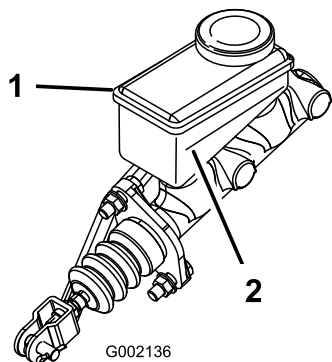

Figure 17
3. Observez le repère de niveau sur le côté du réservoir (Figure 17).
- B. Versez du liquide de frein DOT 3 dans le réservoir jusqu'à ce que le niveau dépasse le repère minimum (Figure 17).